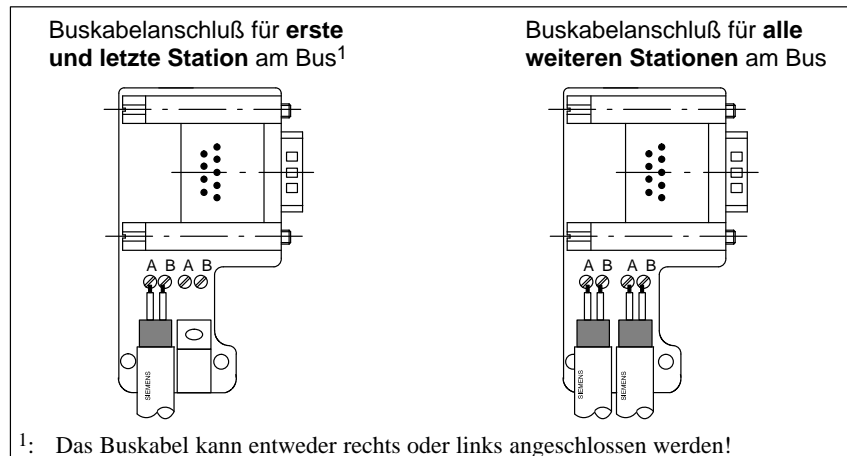

Bild 3-9 Buskabel am Busanschlußstecker (6ES7 972-0B.11 ...) anschließen
3. Legen Sie die grüne und die rote Ader in den Schraub-Klemmenblock ein gemäß Bild 3-9.